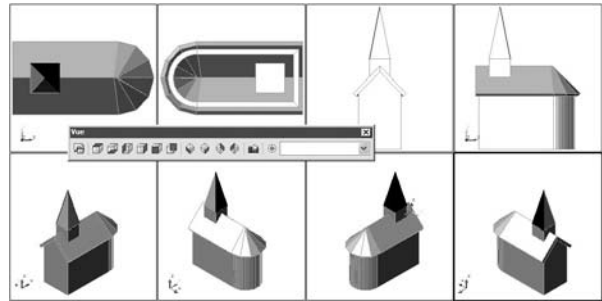

Fig.15.33
- 2 Choisissez l'option souhaitée (fig.15.33) :